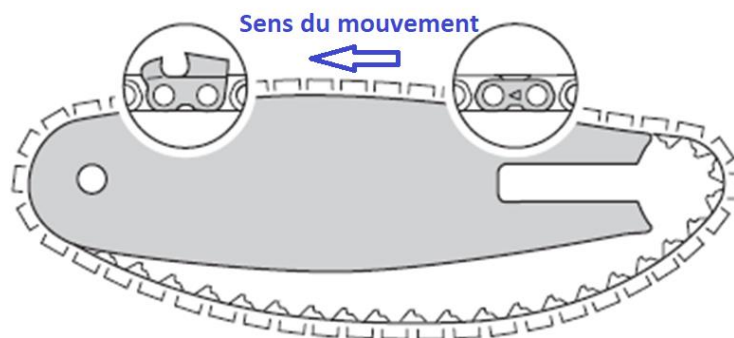

Fig. 5
- Tournez l'écrou papillon (4) dans le sens inverse des aiguilles d'une montre jusqu'à ce que le couvercle du pignon de chaîne puisse être retiré.
- Positionnez la chaîne dans la rainure du guide-chaîne, en commençant par la pointe. Assurez-vous que les flèches sur les attaches pointent vers la direction du mouvement de la chaîne. (Fig. 5 pour référence)